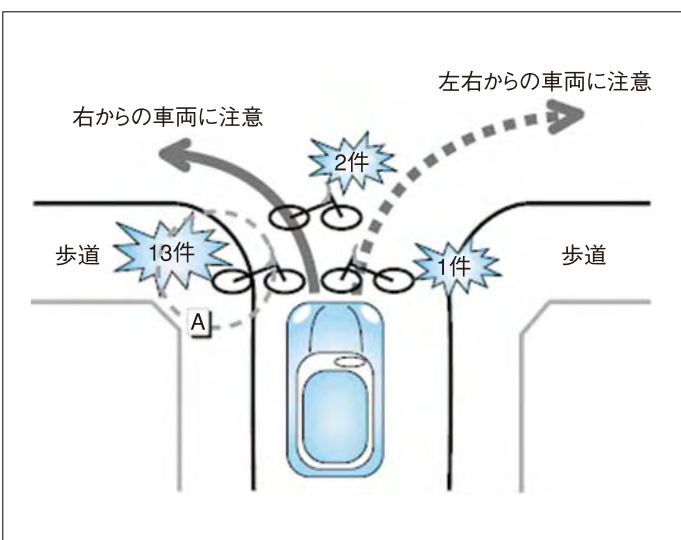

図2 歩道上走行自転車の場合別事故件数
図2には、信号のない交差点で歩道を走ってきた自転車と自動車の事故を進行方向、位置関係で分類した結果を示してあります。右の交差道路から左折してくる自動車と左側から直進してくる自転車が衝突する事故が最多頻度となっています。これらの原因を考えると、①自動車は右からの車両に注意すれば良いと思いがちなので、どうしても左側への注意が疎かになること、②自転車からは自動車が見えているため、自動車からも自転車が見えていると思い込んでしまうことと減速しないまま進行してしまうことがあげられます。※図1、2はイタリアで調査した293件の自転車事故の発生場所を分類したもの